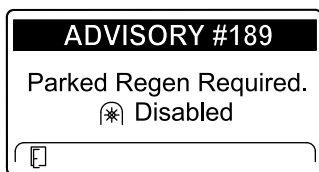

図 42
- 時間以内に駐車再生を行わないと、インフォセンターに駐車再生要求が表示され、PTO が無効化され、アドバイス No.189 が表示されます 図 42。